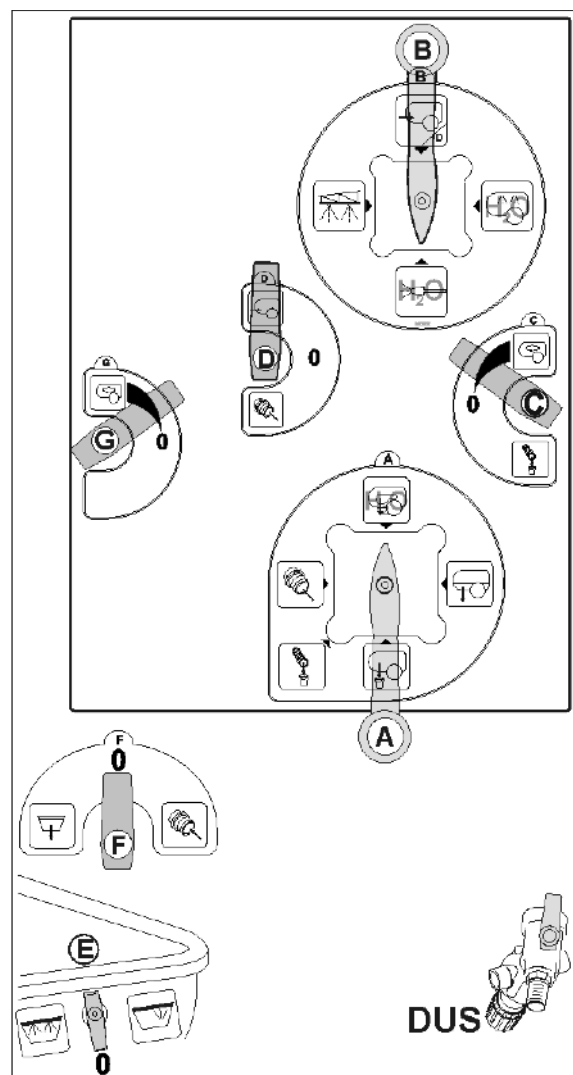

Fig. 137
Reinigen Sie den Saugfilter (Fig. 137) täglich nach dem Reinigen der Feldspritze.
1. Deckel des Saugfilters lösen (Fig. 137/2).
2. Deckel mit Saugfilter (Fig. 137/3) abnehmen und mit Wasser reinigen.
6. Deckel des Saugfilters lösen (Fig. 137/2).
7. Entlastungsventil am Saugfilter betätigen (Fig. 137/1).
8. Deckel mit Saugfilter (Fig. 137/3) abnehmen und mit Wasser reinigen.